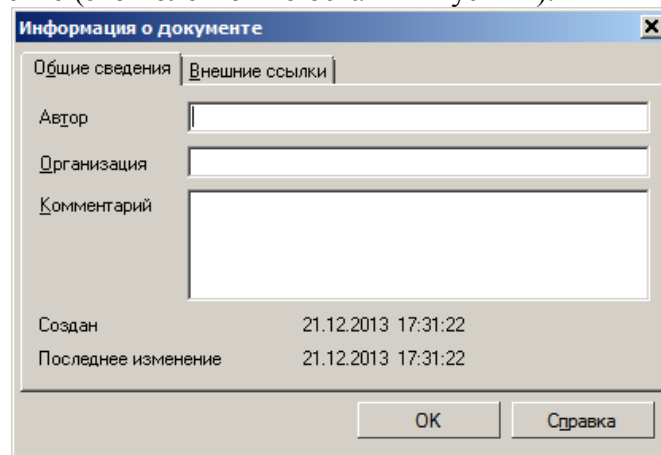

Рис. 3. Диалоговое окно «Информация о документе»
5. В появившемся диалоговом окне *Информация о документе* (рис. 3) в поле *Автор* введите свое Имя, Фамилию, Отчество, а в поле *Комментарий* — необходимую информацию о создаваемом документе (это поле можно оставить пустым).